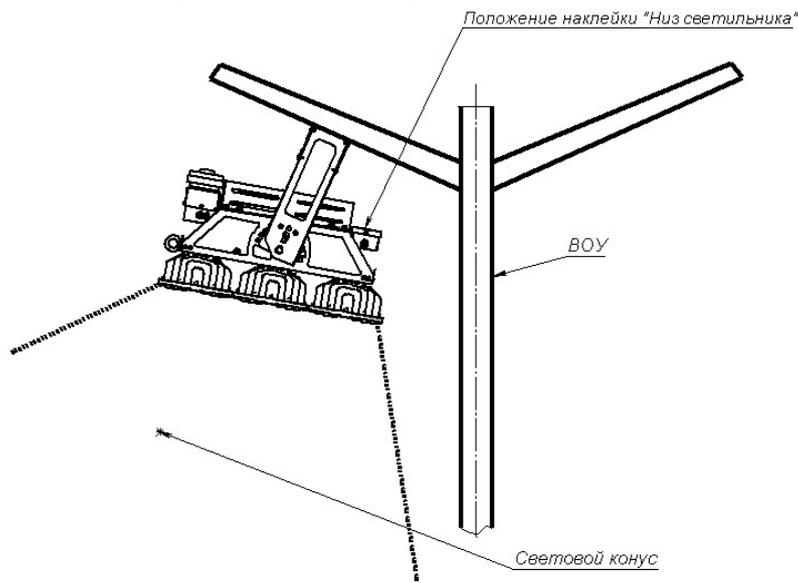

Рис. 1
- 5.3 Светильник установите на монтажную поверхность ВДУ, расположив его в соответствии с Рис. 1.